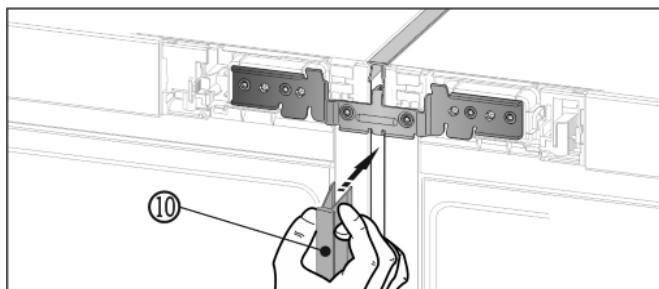

Fig. 14
- ▶ Na prednej strane zatlačte do vertikálnej medzery dlhú kryciu lištu Fig. 14 (10). Dbajte na to, aby lišta spočívala na spojovacom plechu.